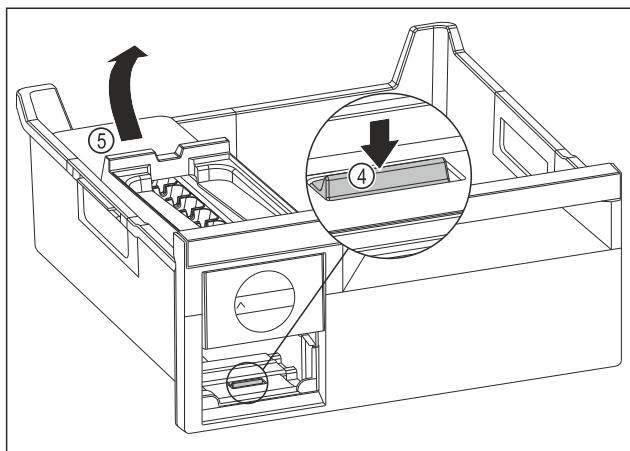

Fig. 82
- Izvadite tijelo sustava EasyTwist-Ice: Pritisnite jezičak Fig. 82 (4) prstom prema dolje i istovremeno drugom rukom podignite tijelo sustava EasyTwist-Ice Fig. 82 (5) straga.